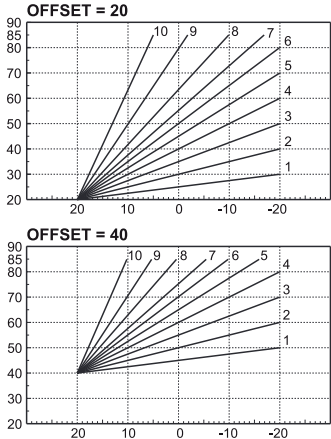

fig. 25 - Esempio di spostamento parallelo delle curve di compensazione
- **Offset:** Entrando in questo sotto-menu si accede allo spostamento parallelo delle curve tramite i tasti "+" e "-" lato sanitario. Fare riferimento alla fig. 25 - Esempio di spostamento parallelo delle curve di compensazione per le caratteristiche.